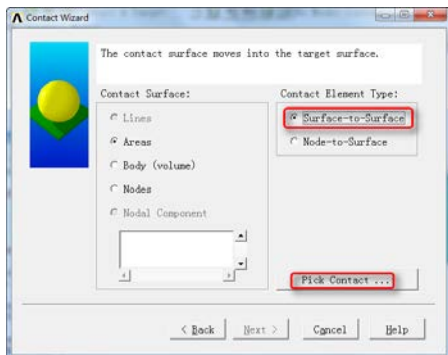
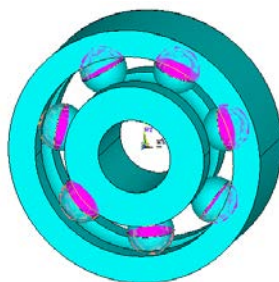

图 11-30 选择接触面对话框
图 11-31 选择接触面的显示
②创建接触面: 屏幕再次弹出“Contact Wizard”对话框,单击“Next”按钮,弹出如图 11-30 所示的“Contact Wizard”对话框,在“Contact Element Type”下面的单选栏中选中“Surface-to-Surface”,单击“Pick Contact”按钮,弹出一个拾取框,在图形上单击拾取滚珠与外环的接触面,如图 11-31 所示,单击“OK”按钮,再次弹出“Contact Wizard”按钮,单击“Next”按钮。